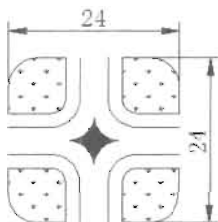

图 4-57
(1) 打开配套光盘的“操作示例 4-7.dwg”文件,如图 4-57 所示。